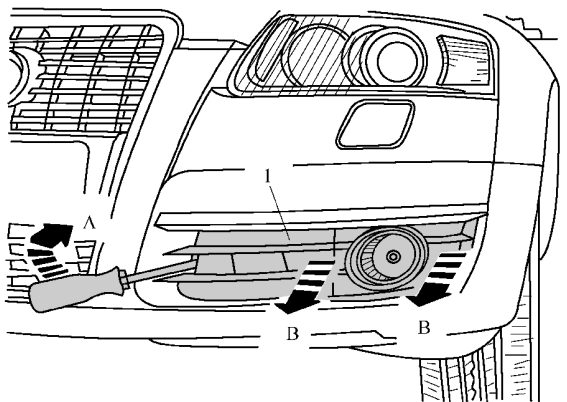

图 11-2-11 用螺钉旋具松开固定夹
(1) 拆下内部传感器。需先拆下保险杠覆面。
(2) 拆下装有汽油发动机汽车的外部传感器：如图 11-2-11 所示，用一把螺钉旋具(见箭头 A)松开固定夹，并拔出保险杠覆面下部中的进气隔栅 1(见箭头 B)。
(3) 拆下装有 TDI 发动机汽车的外部传感器。需先拆下保险杠覆面。